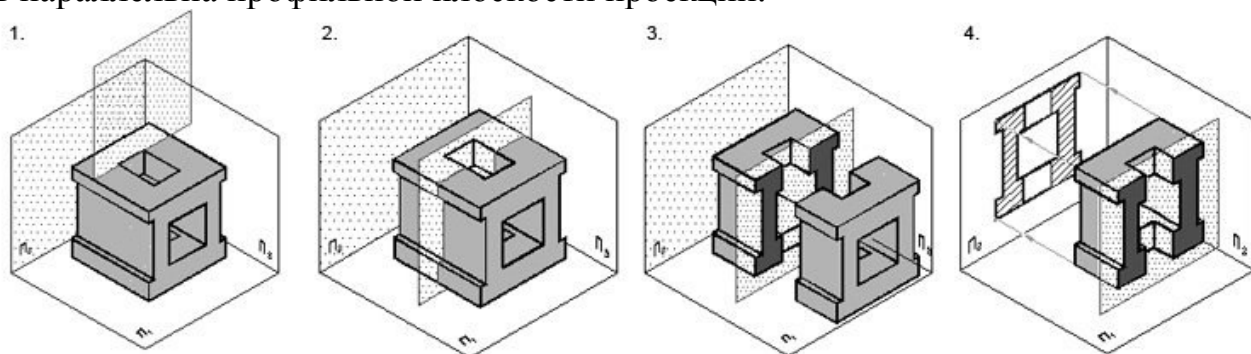

Рисунок 2
- Пространственная картина образования вертикального разреза, рисунок 2: